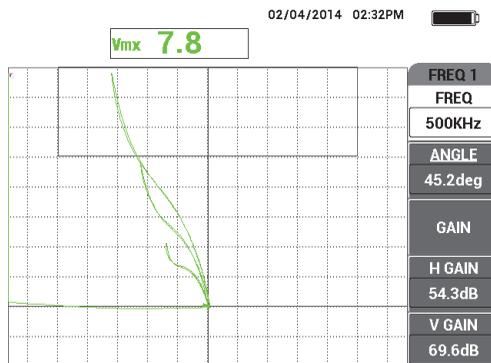

Рис. 5-7 Финальная проверка калибровки
9. Нажмите клавишу FREEZE (❄️) для «разморозки» прибора, поместите преобразователь на образец, нажмите клавишу A-LIFT NULL (⊕), выполните сканирование для финальной проверки калибровки (см. Рис. 5-7 на стр. 139).